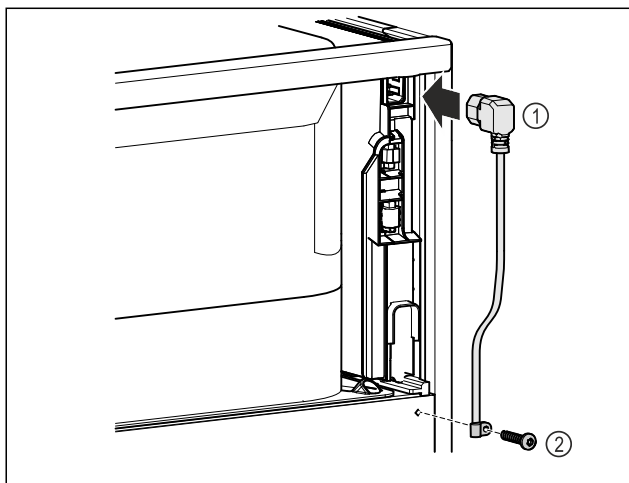

Fig. 11
- ▶ Zapojte zásuvku chladicího zařízení přírodního síťového kabelu Fig. 11 (1) na zadní straně přístroje.
- ▶ Namontujte odlehčení tahu. Fig. 11 (2)